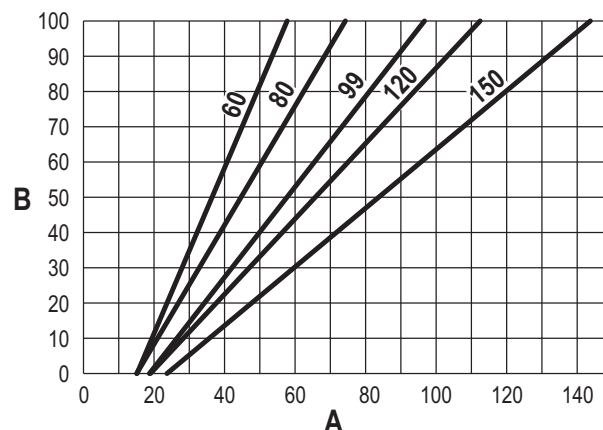

fig. 60
- Appuyer sur les **touches contextuelles 1 et 2** pour augmenter ou diminuer la puissance thermique (minimum = 00 - maximum = 100). Voir diagramme « Réglage Puissance Thermique » (fig. 60).